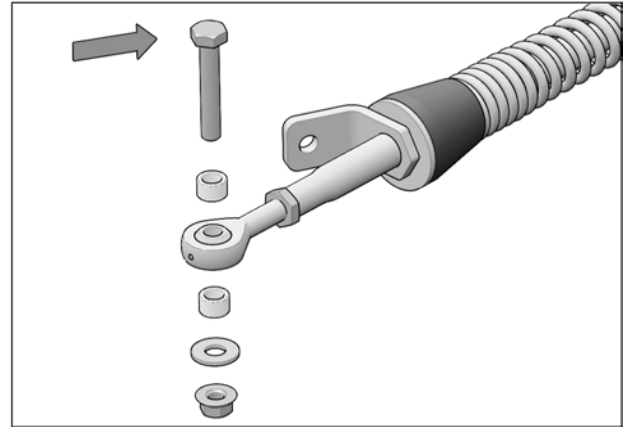

Fig. 18
8. Remove bolt, washer and bushings from front stabilizing rod end as shown in Fig. 18
8. Retirer les boulons, rondelles, espaceurs et écrous installés aux rotules des bras stabilisateurs des systèmes avant. Voir la Fig. 18